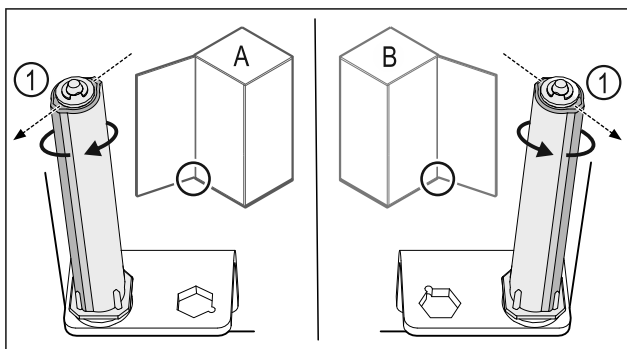

Fig. 38 Левое навешивание (A) / правое навешивание (B)
- ▶ Поворачивайте систему закрытия, преодолевая сопротивление до тех пор, пока ее ребро Fig. 38 (1) не будет направлено наружу.